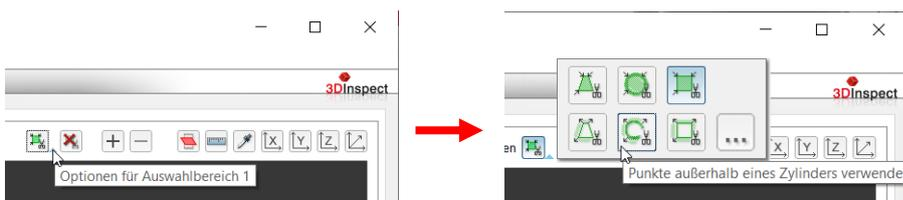

Abb. 3.60: Kontextmenü „Optionen für den Auswahlbereich“ (Auswahl Quader/Zylinder/Prisma, Punkte innerhalb/außerhalb des Auswahlbereichs verwenden)
- ➔ Öffnen Sie das Kontextmenü „Optionen für den Auswahlbereich“. Drücken Sie dazu auf die entsprechende Schaltfläche, die rechts neben dem Button „Auswahlbereich für Profilpunkte einstellen“ angeordnet ist (siehe Abb. 3.60).
- ➔ Wählen Sie im Kontextmenü den gewünschten Typ und Modus (siehe Abb. 3.60).
- Öffnen Sie das Kontextmenü für den gewünschten Auswahlbereich (s.o., Abb. 3.60).